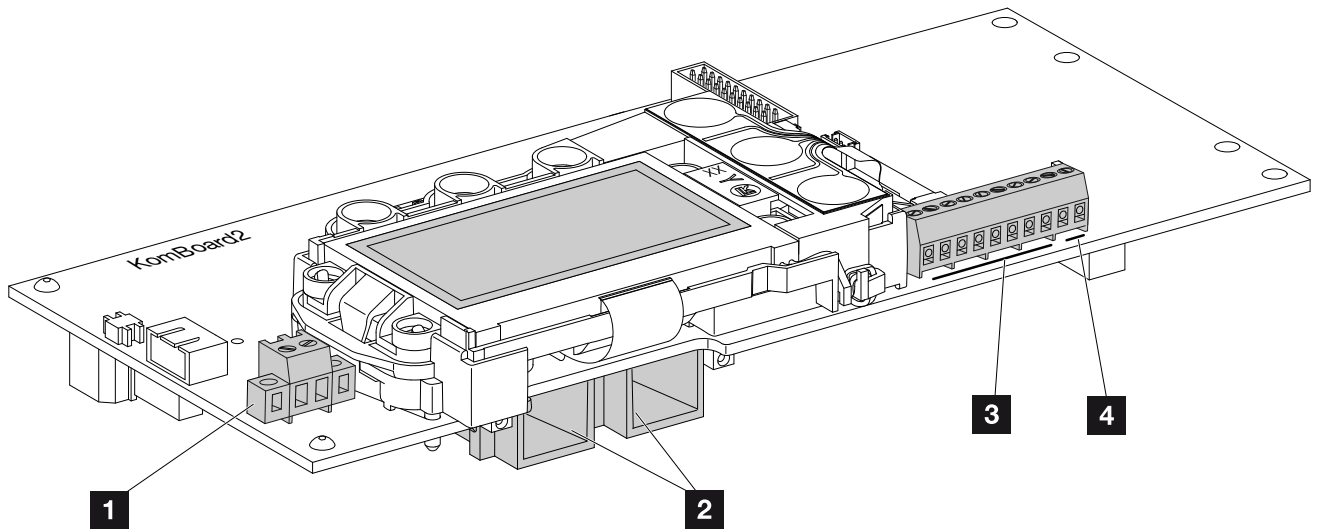

Fig. 32: Kommunikationsboardets komponenter
6. Isæt DC-strengenes bøsninger og stik ved vekselstrømsomformeren.  **Fig. 32**